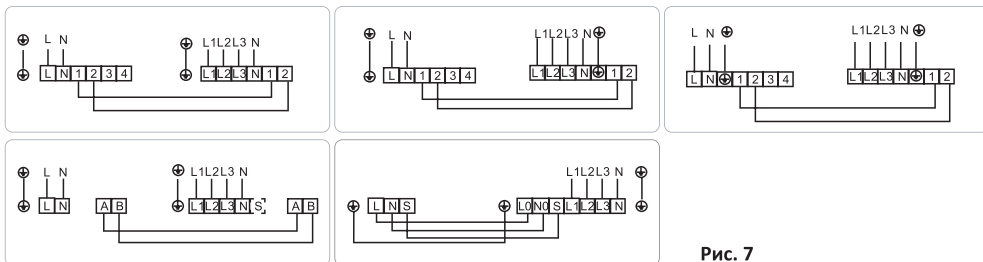

Рис. 7
- Очистите от изоляции конец провода и установите на оголенную жилу клемму, обжав клещами. Подготовленный кабель подключите согласно схеме (рис. 7).